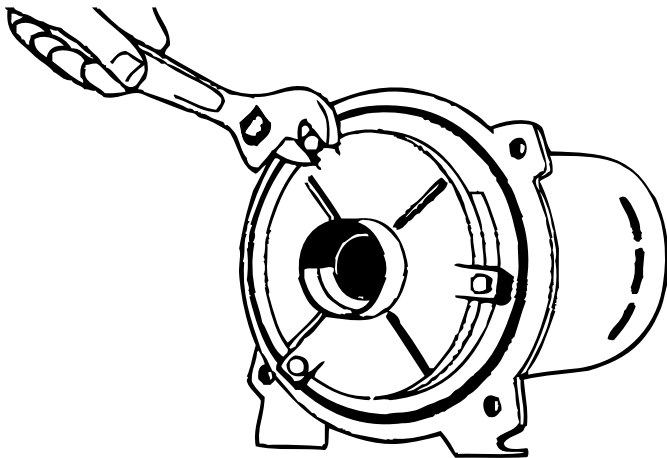

Figure 10 – Dépose de la plaque du diffuseur
4. Déposer les vis des boulons de la plaque du diffuseur, puis sortir le diffuseur (figure 10). Pour remplacer un diffuseur, utiliser trois cales de 0,010 po d'épaisseur équidistantes entre l'œillard de l'impulseur et le diffuseur pour éviter les frottements avec le diffuseur et les grippages.